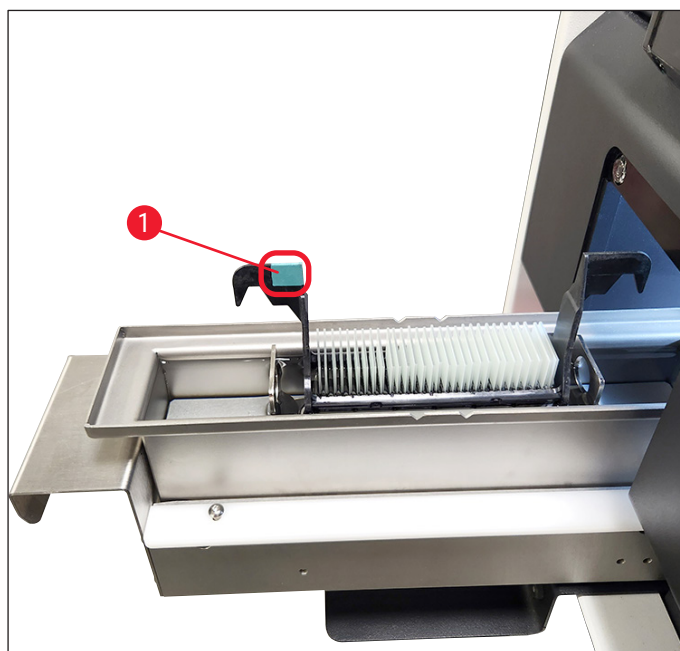

Fig. 52
3. La introducerea lamelor, aveți în vedere neapărat ca eticheta de pe lamă să fie orientată în sus și în direcția utilizatorului (→ Fig. 52). Partea dinspre probă a lamei trebuie să fie orientată neapărat în direcția părții frontale a stativului.